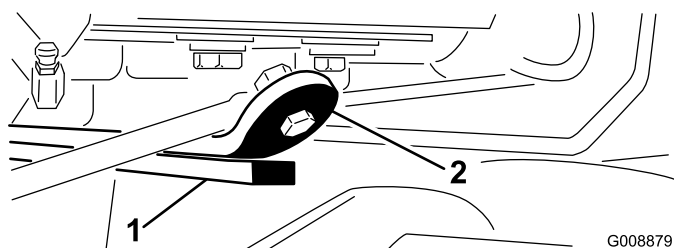

Figura 28
- 3. Ligue o motor, eleve os braços de elevação e certifique-se de que a folga entre a fita de atrito na barra de atrito da parte superior da unidade de corte e a correia do amortecedor é de 0,51 a 2,54 mm (Figura 28).